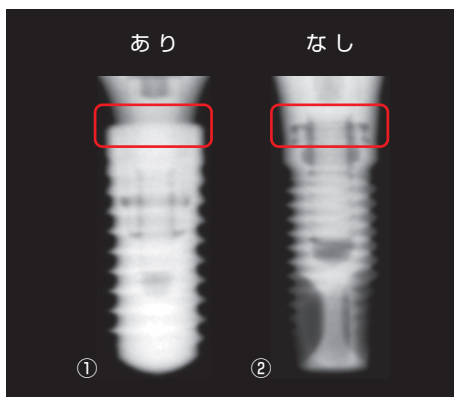

図5 プラットフォームシフティングの有無
- ・プラットフォームシフティングの有無 (ネック形状) (図5)